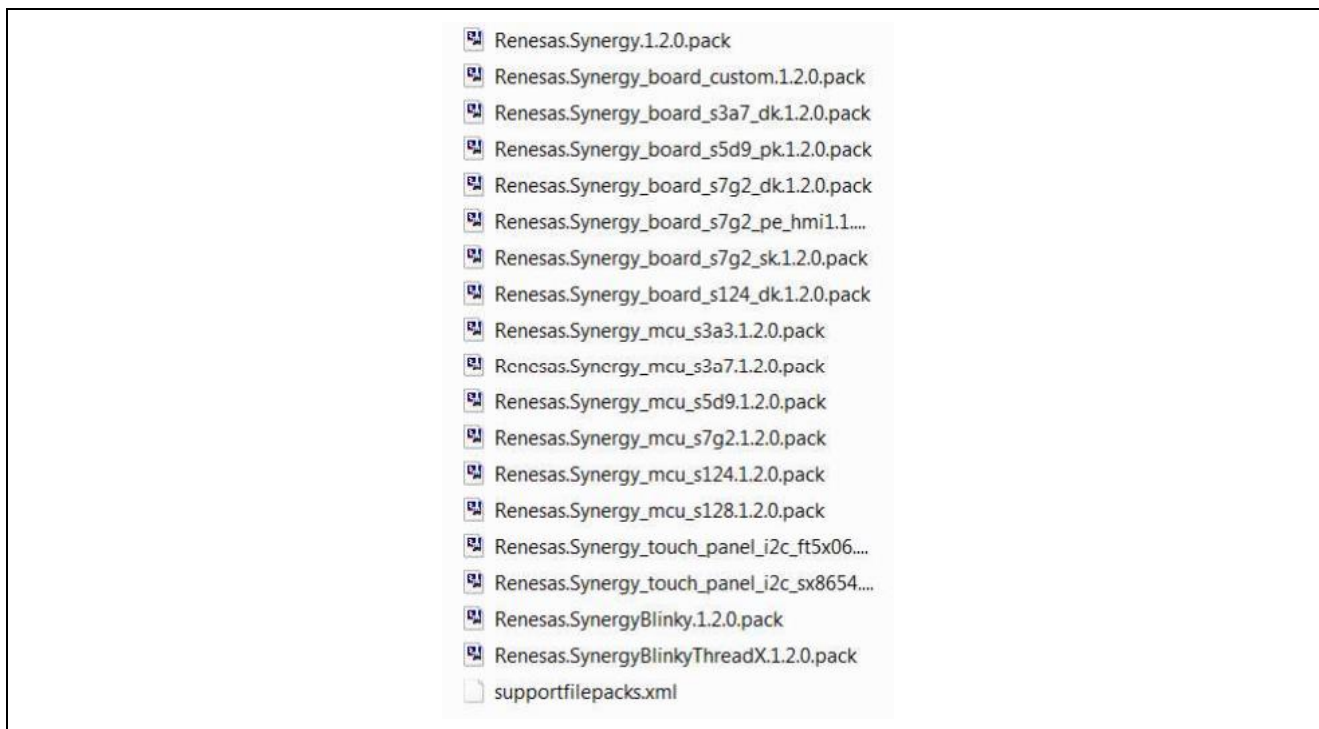

図 2 SSP v1.2.0 以降のサンプルパッケージファイルのスクリーンショット (デフォルト)
2. 図 2 に示すように、既にインストールされているボードパッケージが並んでいます。